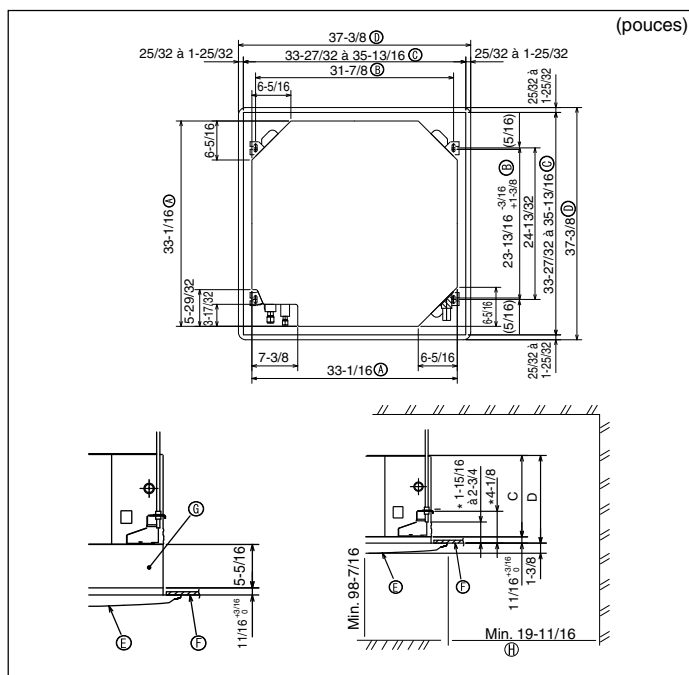

Fig. 3-2
3.2. Ouvertures dans le plafond et emplacement des boulons de suspension (Fig. 3-2)
- Les dimensions de l'ouverture dans le plafond peuvent être définies au sein de la plage indiquée dans la Fig.3-2 ; centrer l'appareil principal par rapport à l'ouverture dans le plafond, en veillant à la symétrie de chaque côté par rapport à l'orifice.